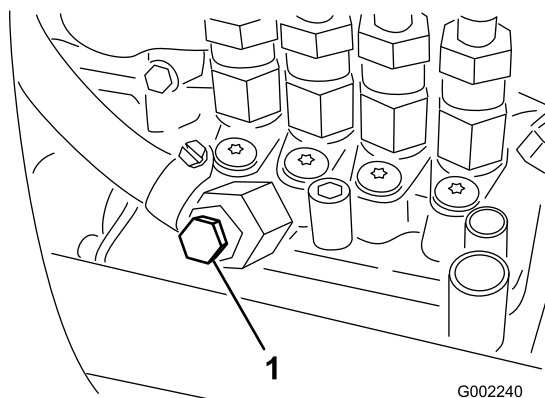

Рисунок 45
7. Отверните винт стравливания давления воздуха из топливного насоса (Рисунок 45).